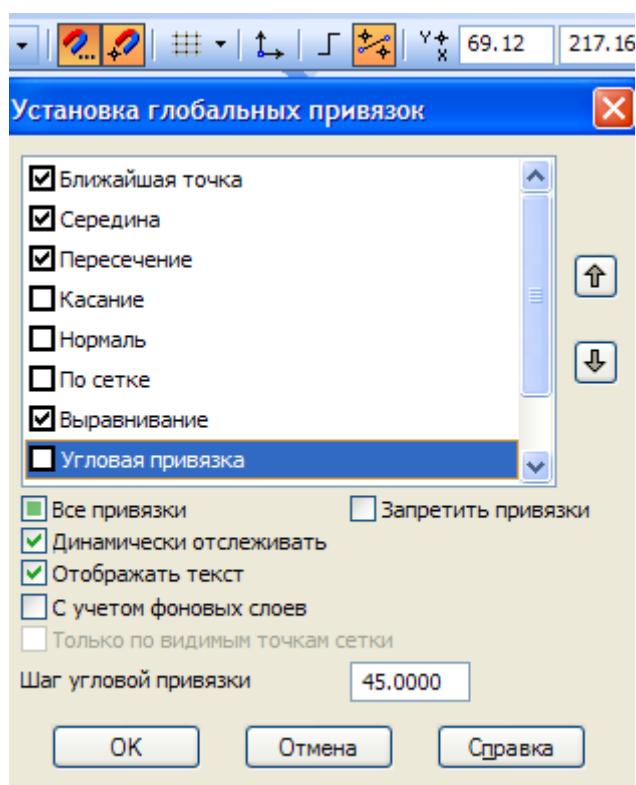

Рис. 2
- 8. Какая производственная площадка расположена на чертеже ГП?** Рис.2.
На рис.2 приведен чертеж генплана двухэтажного здания общежития, а в табл.4 представлена экспликация временных сооружений. Территория строительной площадки ограждена забором. Временные сооружения расположены в правой части площадки у въезда на ее территорию.
7. Выполнить настройку привязок (рис. 2).